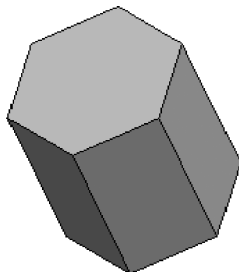

图 4-47 完成的模型
(18) 在图形区双击高度尺寸数字，在出现的组合框中将数值修改为 100，按〈Enter〉键或单击鼠标中键确认，完成高度的修改。
(19) 单击控制区的【应用】按钮，完成正六棱柱的创建，完成的模型如图 4-47 所示。